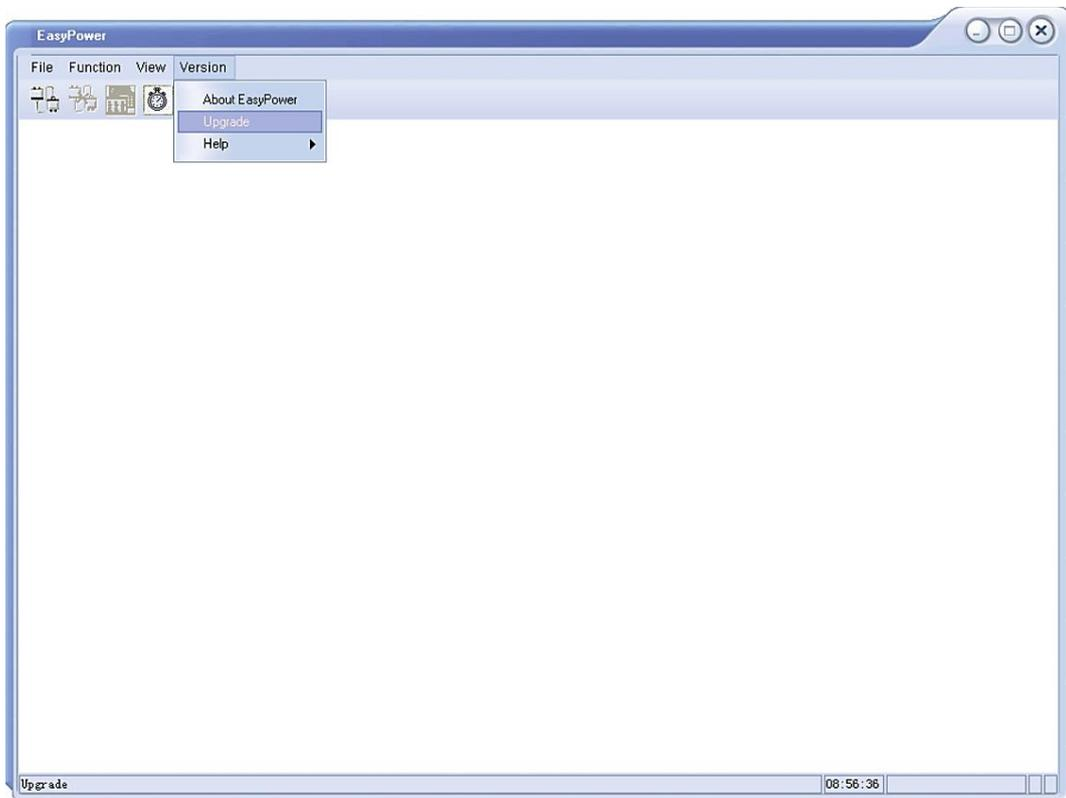

图 1
- 2、 如图 1 所示，点击 Version 菜单上的 Upgrade 的子菜单，进入固件升级的对话框；